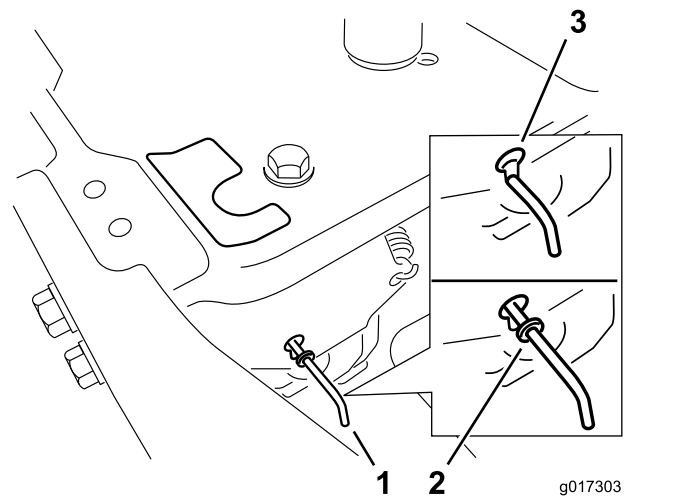

Figura 22
4. Mueva las palancas de desvío hacia delante a través del orificio y hacia abajo para bloquearlas en esa posición (Figura 22).
Mueva las palancas de desvío hacia atrás a través del orificio y hacia abajo para bloquearlas en esa posición, según se muestra en la Figura 22.